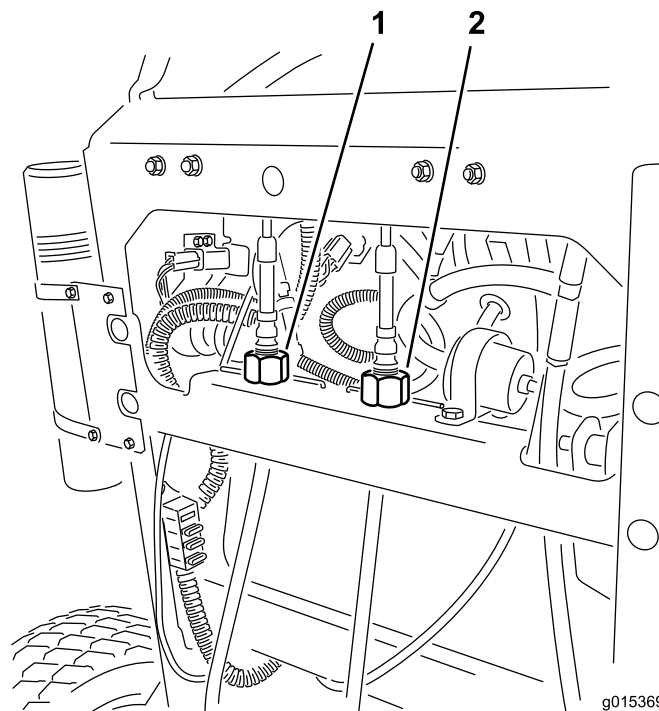

Figure 55
4. Tournez le dispositif de réglage du câble droit pour placer la commande de déplacement droite au centre de la fente de verrouillage au point mort sur le panneau de commande (Figure 55).